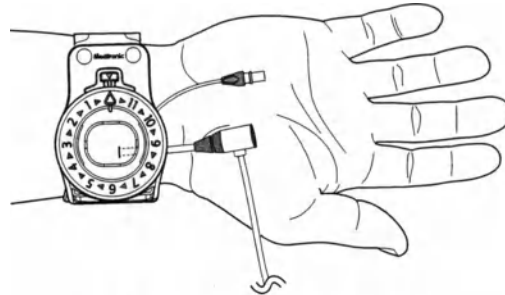

Рисунок 2. Розташування манжети на застібці
3. Розташуйте на зап'ясті манжету із застібкою так, щоб крізь прозоре віконечко було видно місце доступу, а центр кругової шкали сумістився з місцем артеріотомії (рис. 2).